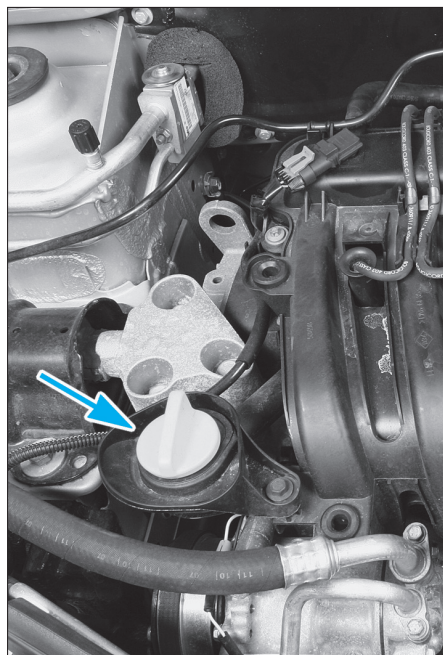

Fig. 33
- la canalisation de remplissage d'huile (Fig.33),